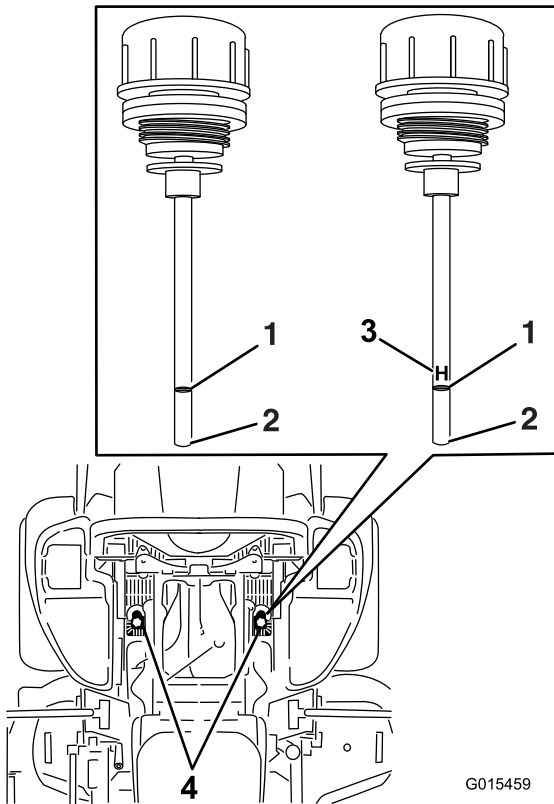

Figure 83
6. Nettoyez la surface autour des jauges des réservoirs du système hydraulique (Figure 83).
7. Sortez une jauge du réservoir hydraulique (Figure 83).
9. Ressorrez la jauge et examinez l'extrémité (Figure 83).